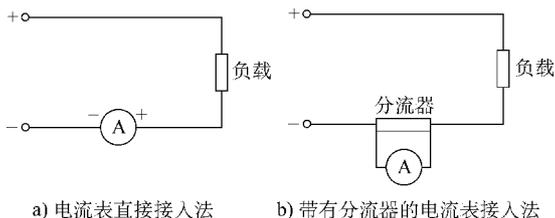

图 2-3 直流电流的测量
1) 直流电流的测量: 测量直流电流时, 电流表的接法如图 2-3 所示。